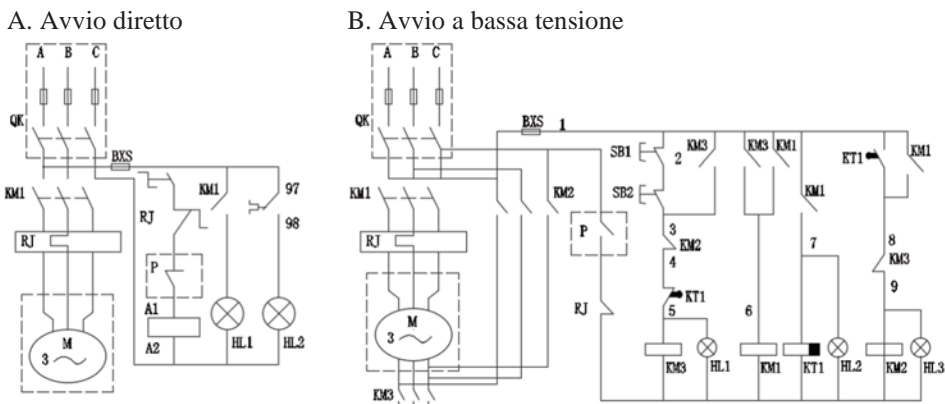

Figura 3
1. Schema del circuito elettrico trifase: vedere Figura 3.